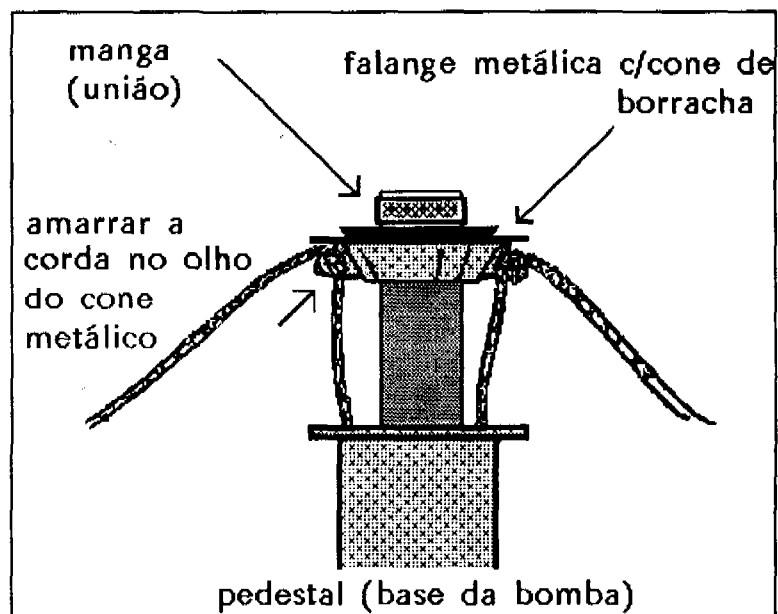

Figura 7
18. Coloque os cones junto à manga. Veja figura 7.